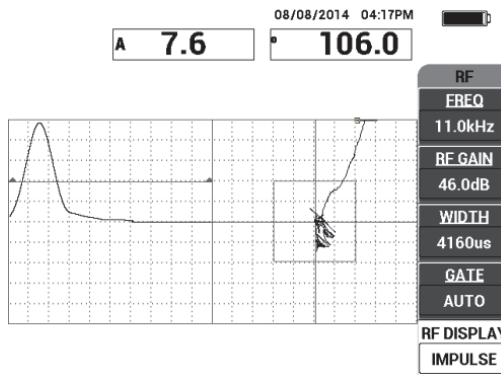

Рис. 6-6 Отображение ИМПУЛЬС
6. При желании, установите **ОТОБРАЖ. РЧ** (клавиша E) на **ИМПУЛЬС** (см. Рис. 6-6 на стр. 137). Однако, предпочтительнее использовать режим **ОТОБРАЖ РЧ**, т.к. он позволяет быстро интерпретировать колебания каждого сигнала.